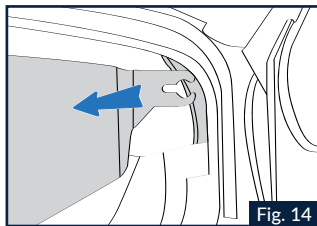

Fig. 14
3.2. Saisir la partie latérale de gauche de la visière pare-soleil et la tirer vers l'extérieur du casque (Fig. 14).
4.2 Insérer l'extrémité gauche de la visière pare-soleil dans le guide, jusqu'à ce qu'elle soit complètement engagée dans le logement de la calotte (Fig.14).